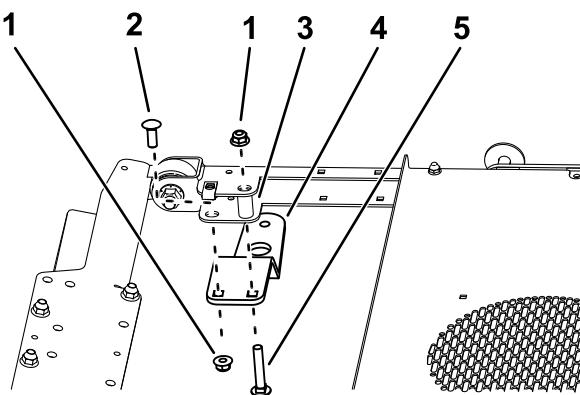
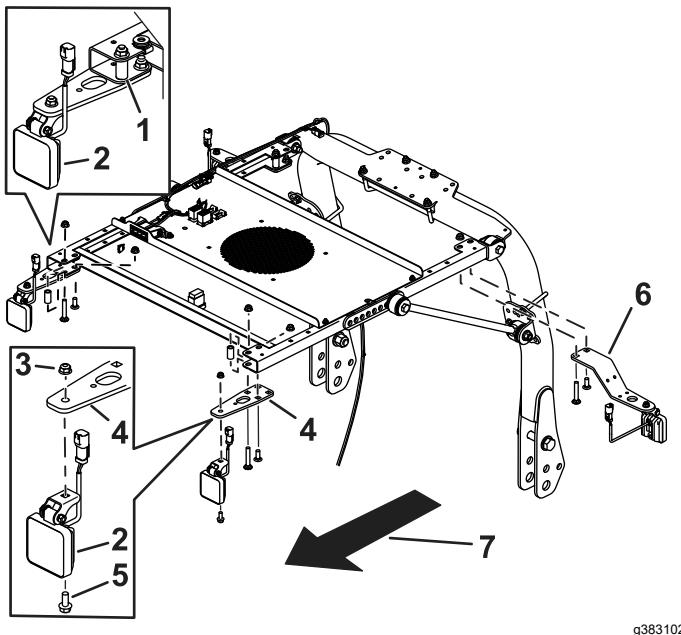

Figura 3
Figura 5
1. Sujete cada soporte al bastidor del toldo con un perno de cuello cuadrado largo, un perno de cuello cuadrado corto, un espaciador y 2 tuercas con arandela prensada (Figura 3 y Figura 5).
2. Instale una luz en cada soporte con un perno de cuello cuadrado y una tuerca (Figura 5).